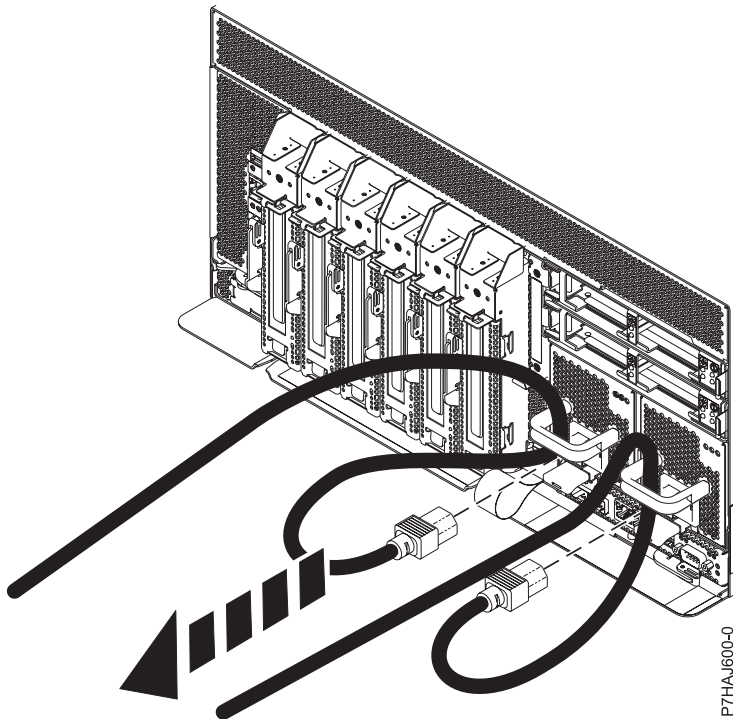

Abbildung 21. Netzkabel abziehen
3. Ziehen Sie die Netzkabel von der Systemeinheit ab (siehe Abb. 21 auf Seite 40).